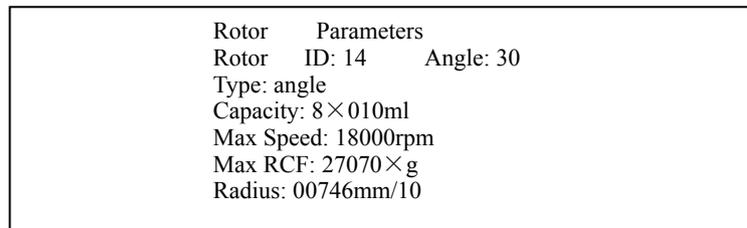

图 7-6 转头参数查询主画面
(1) 在预备模式下连续按  键两次，即可得到当前转头号对应的参数，其主画面见图 7-6。以 14 号转头为例：
■ 按  键两次即可查询到当前转头号对应的参数，其主画面见图 7-6。